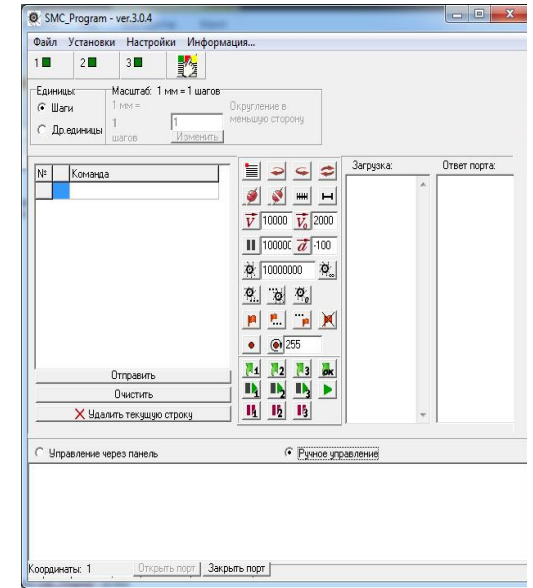

Рис. 9. Окно программы SMC\_Program – ручное управление
**Либо в ручном режиме программы** (рис. 9) добавьте в список команд: